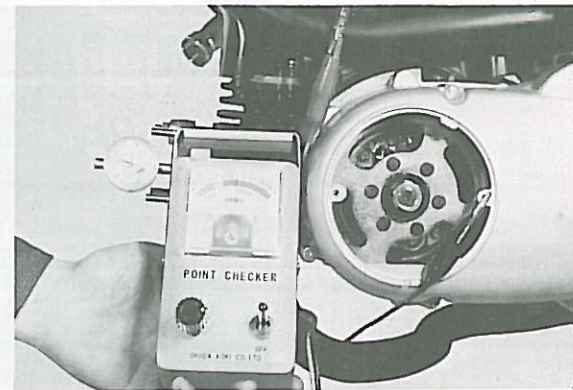

Fig. 2-5-3
5. Connect black lead of point checker to unpainted surface of cylinder fin or unpainted crankcase bolt or screw. (Fig. 2-5-3)
5. Mettre le fil noir du contrôleur de rupteurs à la masse sur une partie du moteur dépourvue de peinture: ailette du cylindre, ou bien vis ou boulon du carter. (Fig. 2-5-3)
5. Schwarzen Leitungsdraht des Unterbrecherprüfers mit unlackierter Oberfläche der Zylinderkühlrippen oder der Kurbelgehäusebolzen oder -schrauben verbinden. (Fig. 2-5-3)